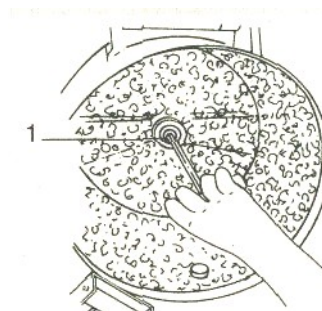

Рис.14
- открутить центральную гайку (1) (рис.14);